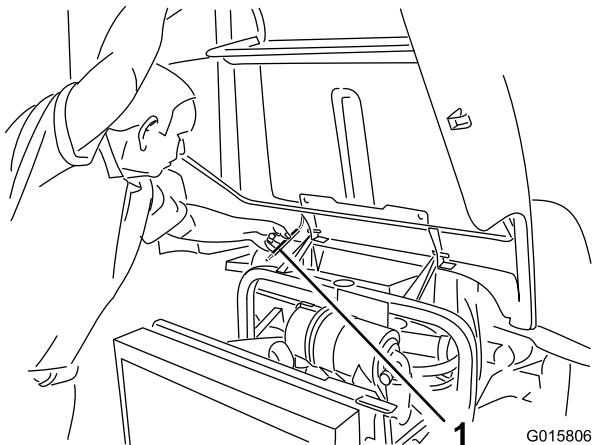

Рисунок 29
2. Поднимите капот настолько, чтобы можно было поставить опорную стойку за трубой рамы (Рисунок 29).